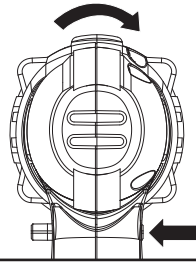

Fig. C1
3. DIRECTION CONTROL (See Fig. C1, C2)